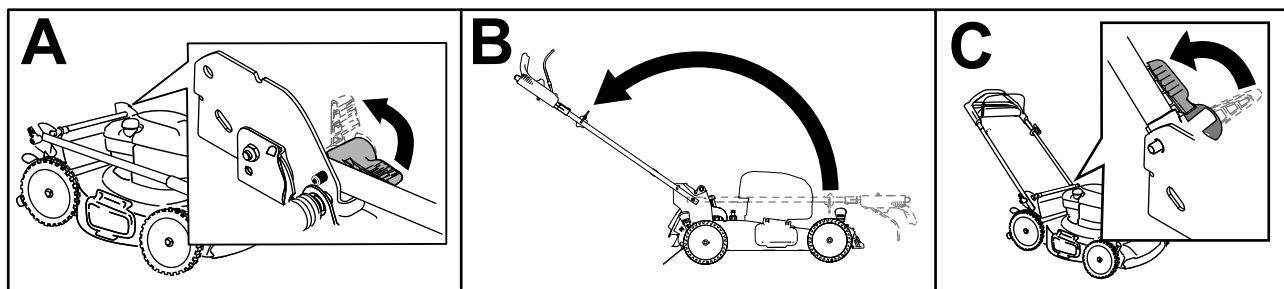

Figura 3
1. Desbloquee la palanca de cierre del manillar (Figura 3, A).
2. Mueva el manillar hacia atrás a la posición de uso (Figura 3, B).
3. Mueva la palanca de bloqueo del manillar hasta que el pasador se enganche en su sitio, para bloquear el manillar en la posición de uso (Figura 3, C).